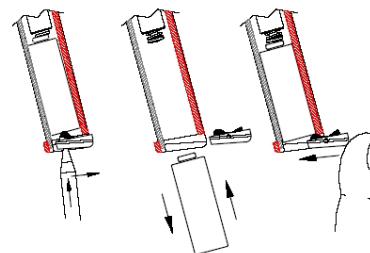

Abb. 2: Batterieaustausch
Beachten Sie die hier angegebene Vorgehensweise um die Batterie zu ersetzen. (für Spannungen <6V) (siehe Abb.2):
2. Stellen und halten Sie den ON/OFF Schalter in der Position "Test" für 10s und überprüfen Sie, ob die rote LED an ist. Ersetzen Sie die Batterie wenn die rote LED aus ist (siehe Abb. 2). Für den Fall, dass die LED eingeschaltet ist für weniger als 10s ausgeschaltet sind nicht 72 Stunden Betrieb gewährleistet